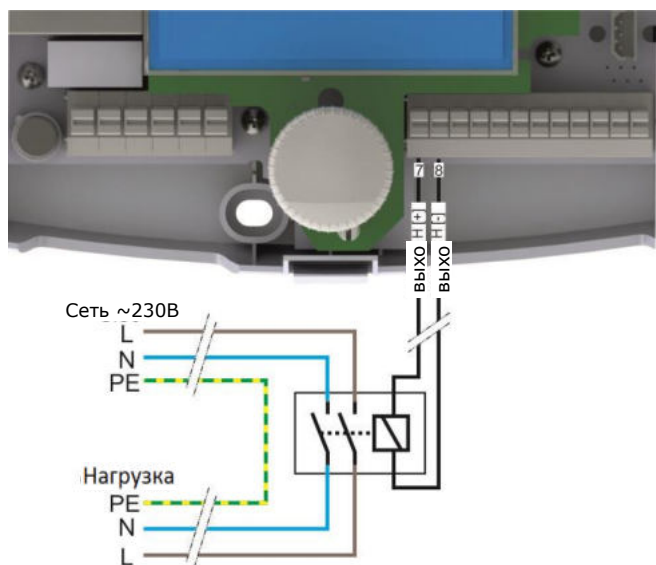

Рис. 16-11 Подключение реле RM85-2021-35-1006 к выходу Н
1. **Однополярно с возвратной пружиной:** В случае использования данного клапана, нужно подключить его к выходу **Н** через реле так, как показано на Рис. 16-11.